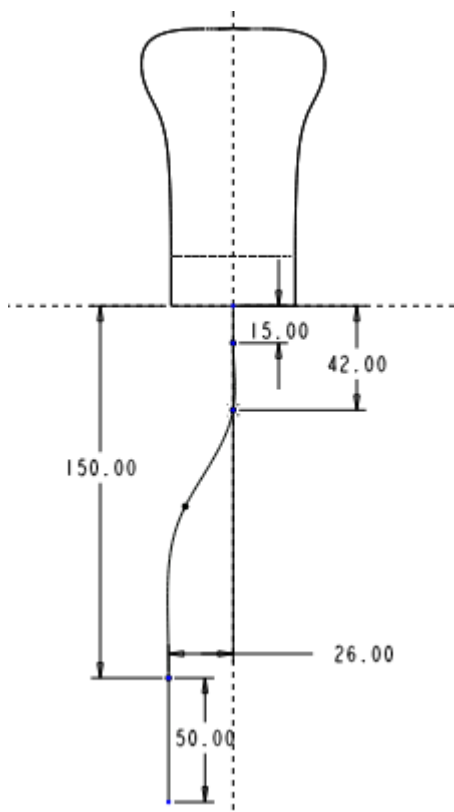

图 48-5
- (1) 单击基准特征工具栏中的  按钮，打开【草绘的基准曲线】对话框。
- (2) 选择 FRONT 基准面为草绘平面，RIGHT 基准面作为参照面，单击【草绘】按钮，进入草绘工作界面。
- (3) 绘制如图 48-5 所示的草图。